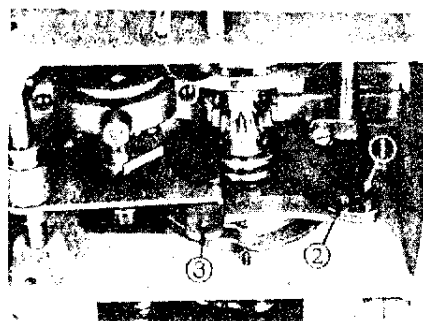

Fig. 25.
23. CHANGEMENT DE RELEVAGE DE PINCE ET REGLAGE EN HAUTEUR - FIGURES 25 & 26